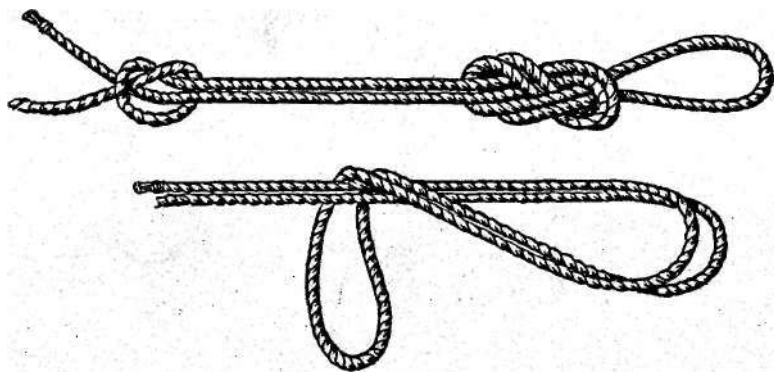

Рис. 91. Проводник
1. Сложенным вдвое концом завязываем обычную восьмерку **рис. 91** и получаем незатягивающуюся петлю (*проводник*).